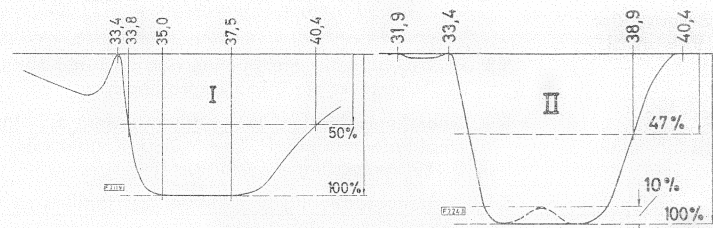

Abb. 4
- 1.16 Dach der Durchlaßkurve mit L 24 (VHF-Tuner) und L 729 (1. ZF-Filter, oben) geradeziehen. Welligkeit der Kurve mit L 728 (1. ZF-Filter, unten) korrigieren (Abb. 4).
- 3.5 Kontrolle der Lage von Bild- und Tonträger nach Tab. 3.6. Die Durchlaßkurve soll der Musterkurve II (Abb. 4, spiegelbildlich) entsprechen.